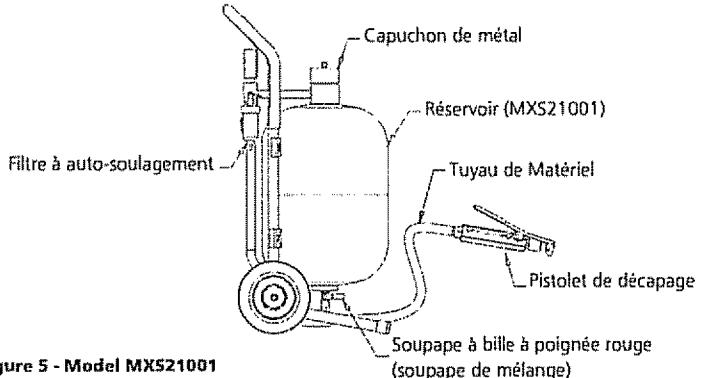

Figure 5 - Model MXS21001
1. Régler la soupape à bille à poignée bleue et les deux soupapes à bille à poignée rouge sur la position complètement fermée (voir figure 5, 6 et 7).